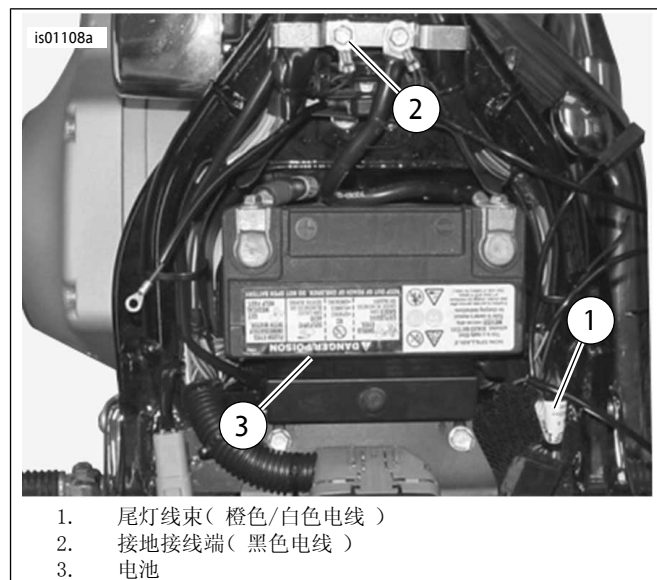

图2. 电源和接地连接(软尾车型)
4. 参见图2。将环形接线端安装至接地螺丝。将接地螺丝安装到车架(2)上并依据维修手册中的扭矩规格紧固。
1. 参见图2。将座椅下方尾灯线束（1）护套在容易够及的位置小心地切开一段，然后切断橙色/白色导线。